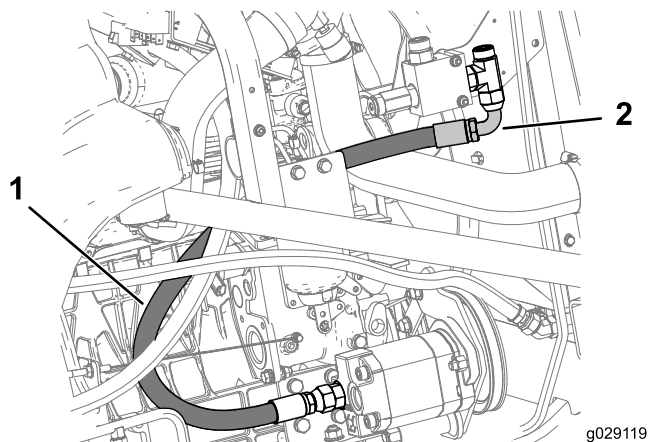

Figure 27
- Reliez l'autre tube hydraulique C du raccord adaptateur en T (5/4 po mâle) sur le collecteur hydraulique gauche au raccord adaptateur (5/8 x 5/8" mâle) sur la pompe à engrenages, comme montré à la Figure 27.